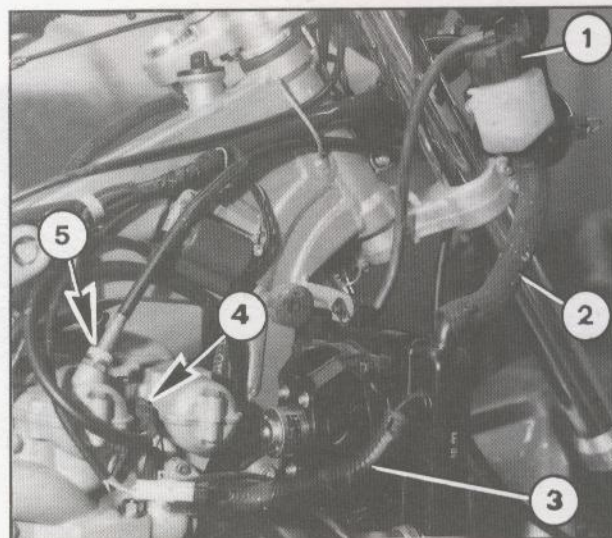
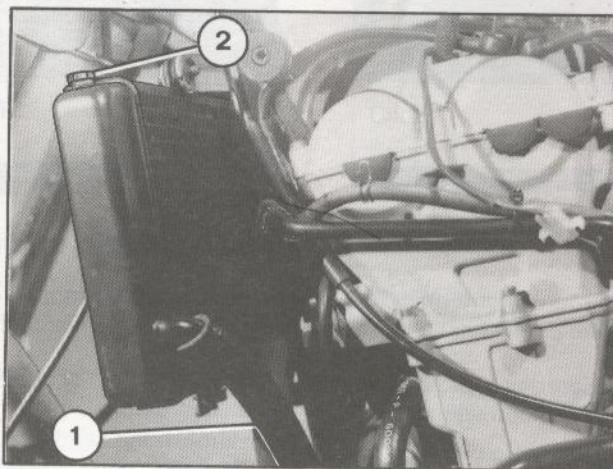

Fig. 33
Fig. 34
- Svitare il tappo sul vaso di espansione (1 Fig. 33) per favorire la fuoriuscita del liquido dal tappo inferiore.
- Scollegare dal radiatore i manicotti (2-3 Fig. 33) e (1 Fig. 34) quindi i cavi elettrici dal termostato (1 Fig. 35) e dal motorino sulla ventola (2 Fig. 35).
- Svitare e togliere la vite di spurgo (2 Fig. 34)
- Dopo avere tolto il tappo (1 Fig. 33) versare nel vaso di espansione liquido refrigerante (vedi TABELLA LUBRIFICANTI) in quantità tale affinché non trabocchi dal foro di spurgo (2 Fig. 34).
- Avvitare la vite di spurgo (2 Fig. 34).
- Unscrew the cap on the expansion tank (1 Fig. 33) in order to help the liquid drain off from the lower plug.
- Disconnect the pipe couplings (2-3 Fig.33) and (1Fig. 34) from the radiator then disconnect the electric wires from the thermostat (1 Fig.35) and from the fan motor (2 Fig. 35).
- Unscrew and remove the drainage screw (2 Fig. 34)
- After having removed the cap (1 Fig.33) pour the coolant in to the expansion tank (see LUBRICATION TABLE). The correct amount of coolant has been poured in when it reaches the drainage hole (2 Fig. 34).
- Screw down the drainage screw (2 Fig. 34).